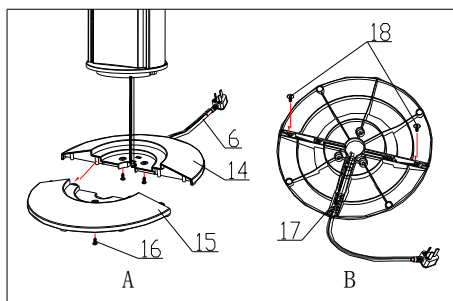

Fig.2
A. Assemblez les base avant et arrière avec le cordon d'alimentation traversant le centre de la base. (Fig.2 A)
B. Fixez l'ensemble de base au ventilateur en insérant et en serrant une vis de I M5 x 16 et une vis de II ST4 x 10 dans le dessous de la base. (Fig.2 A)